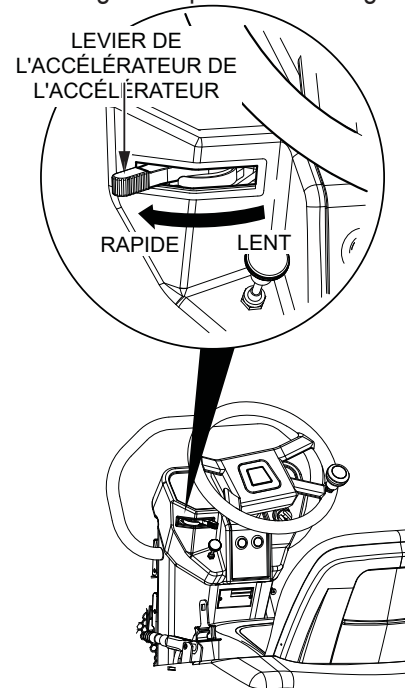

Figure 20. Contrôle de l'accélérateur
6. Faire glisser le contrôle de l'accélérateur (Figure 20) à fond vers la gauche pour avoir le régime maximum.